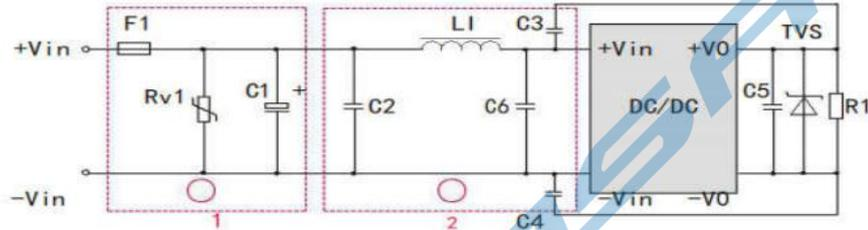
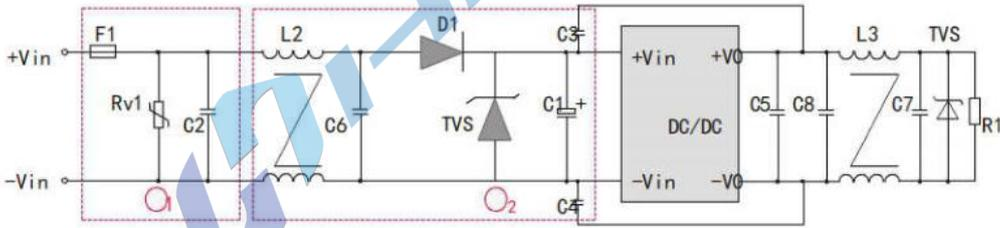

图 2
图 3
- 1、图 2 中和图 3 第 1 部分用于 EMS 测试；第 2 部分用于 EMI 传导滤波，可依据需求选择。